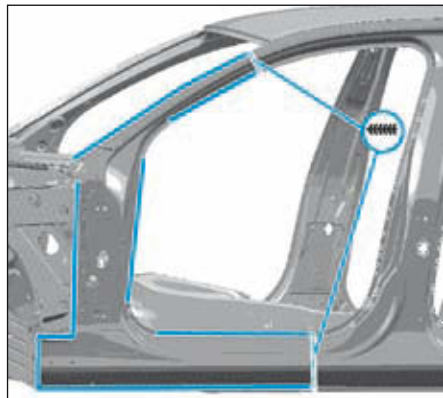
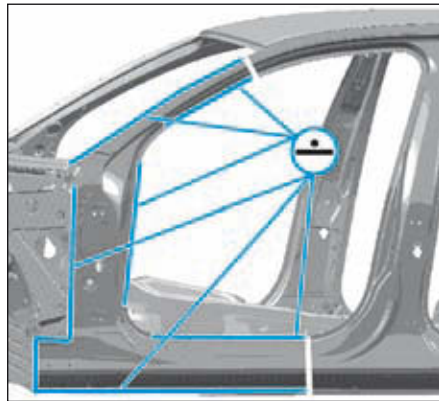
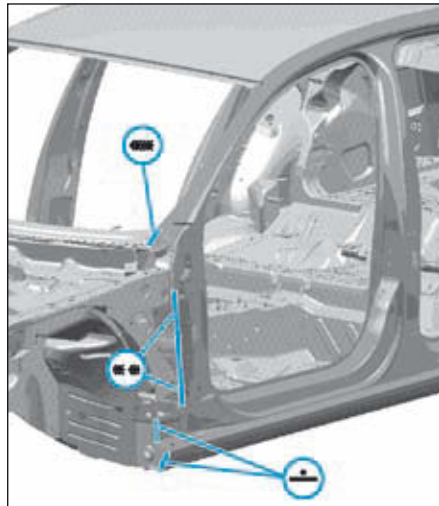

FIG.27
FIG.28
FIG.29
- Ajuster et souder comme illustré (Fig.27), (Fig.28) et (Fig.29).